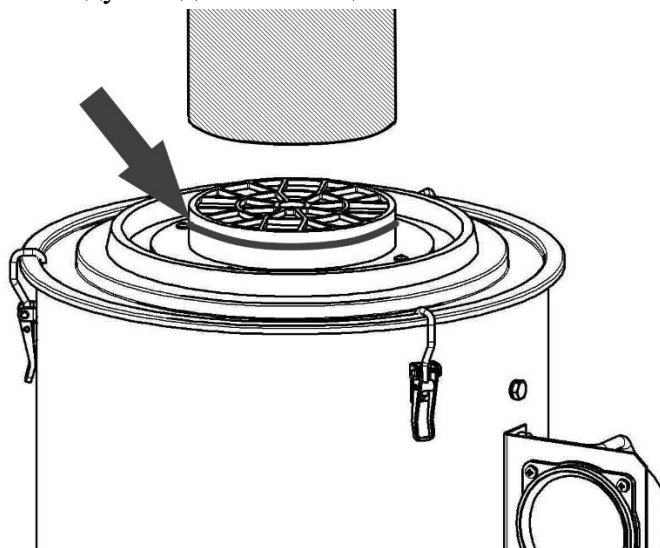

Рисунок 2
- 1) обработать боковую поверхность патрубка герметиком (рисунок 2);